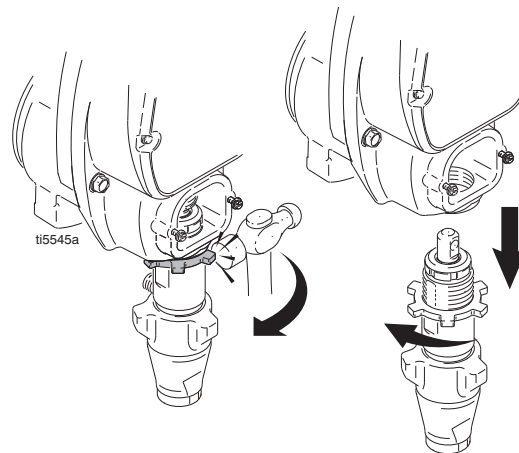

図. 17
6. 図. 17. ハンマーでしっかり打ち込んで、差し込みナットを緩めます。ポンプを緩めます。